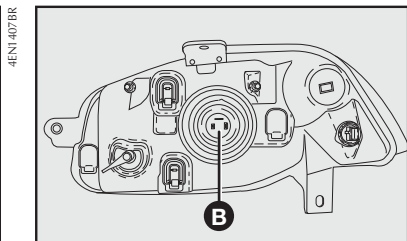
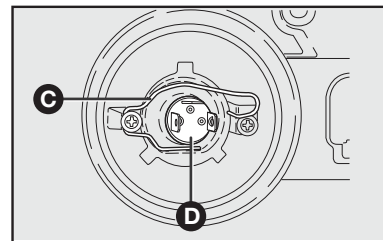

fig. 19
fig. 20
- 2) Remover a tampa **B**—**fig. 19** para ter acesso às lâmpadas.
- 3) Retirar o porta-lâmpada **D**—**fig. 19** pressionando a presilha **C**—**fig. 20** abrindo-a lateralmente.
6) Reenganchar a presilha de fixação **C**—**fig. 20** colocando por último a tampa **B**—**fig. 19**.